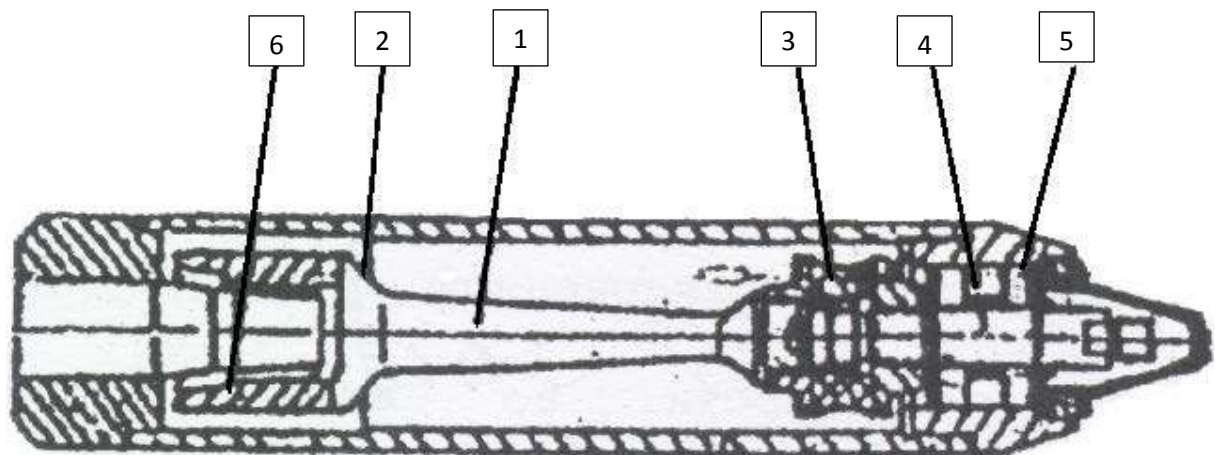

Рис.3
5.5. Вибронаконечники вибраторов указанных моделей аналогичны по конструкции (см. рис.3,4), и каждый представляет собой герметически закрытый корпус 2, внутри которого находится бегунок 1, соединенный со шпинделем 4 резинометаллической упругой муфтой 3.
5.6. Бегунок 1 вибронаконечника (рис.3) в нижней части имеет форму колокола, внутренней поверхностью которого он обкатывается вокруг конического сердечника 6, закрепленного в корпусе 2.